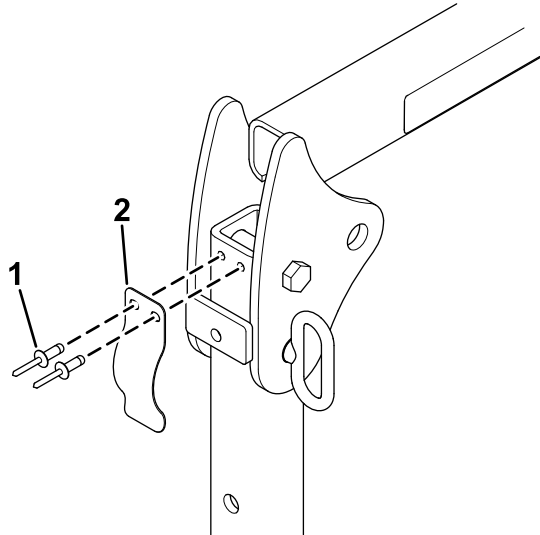

Figura 22
1. Con la barra antivuelco bajada, retire el muelle de lámina antitraqueteo (Figura 22) de cada lado de la barra antivuelco.